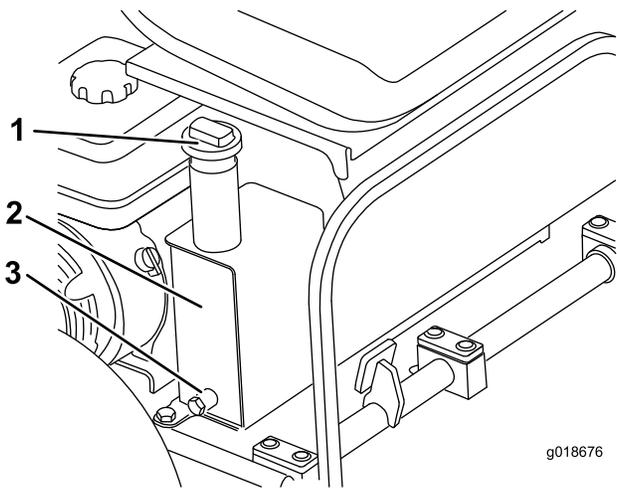

Figure 19
3. Retirez le bouchon au sommet du réservoir d'huile (Figure 19).
1. Placez un bac de vidange sous le bouchon de vidange du réservoir d'huile (Figure 19).
2. Retirez le bouton de vidange sur le côté du réservoir (Figure 19).
6. Enlevez le bouchon du réservoir d'huile (Figure 19).